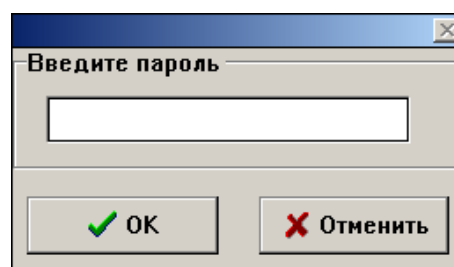

Рис. 23
8.3.2. **Вариант 2.** Для управления используются экранные кнопки. Но при каждом нажатии на кнопку управление на экране появляется окно ввода пароля (см. **рис. 23**). Система выполнит команду только после правильного ввода пароля.